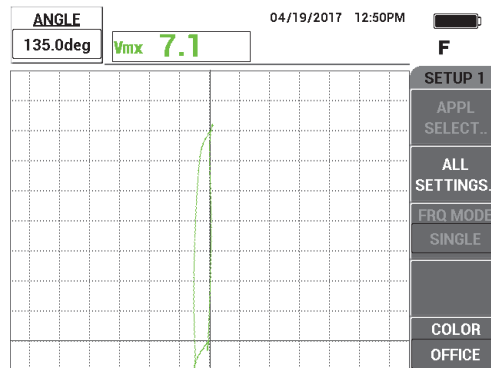

Abbildung 5-235 Einstellen der Signalphase
- Drücken Sie die Direktzugriffstaste ANGLE (◁θ) und stellen Sie dann das Signal ein, bis das Signal der Nut mit 60 % Wanddickenverlust vertikal ist (siehe Abbildung 5-235 auf Seite 312).